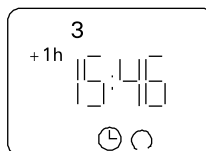

Рисунок 6
- выставите минуты с помощью кнопки [m+] Однократное нажатие кнопки [m+] добавляет одну минуту, постоянное нажатие ускоряет смену цифр. (Рис. 6)